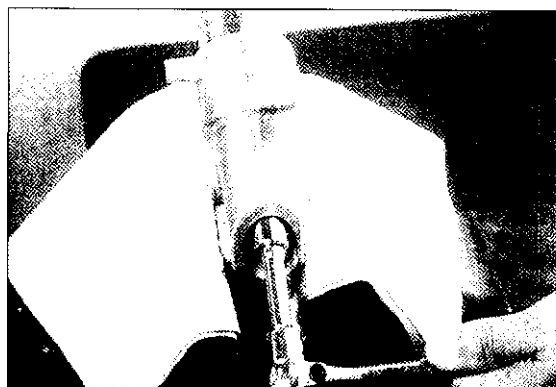

Fig. 4
- 6) Bloccare il supporto del perno ruota in una morsa con ganasce di alluminio (in alternativa, utilizzare un panno al posto delle ganasce). Tagliare la vite (Fig. 4)
- 6) Serrer le support de l'axe de roue dans un étau avec mâchoires d'aluminium (autrement, utiliser un chiffon). Otez la vis (Fig. 4)
- 6) Die Stütze des Radzapfens in einem Schraubstock mit Aluminium-Backen klemmen (als Alternative ein Tuch statt der Backen verwenden). Die Schraube entfernen (Abb. 4).
- 6) Bloquee el soporte del perno de la rueda en una mordaza con quijadas de aluminio (en alternativa utilice un paño en vez de las quijadas). Saque el tornillo (Fig. 4)